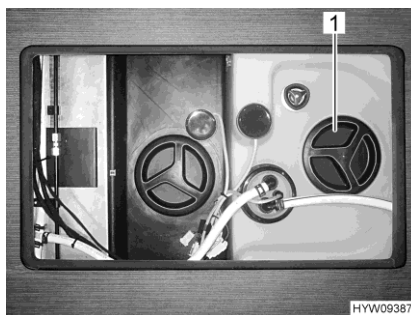

Bild 220 Rengöringsöppning (vattentank)
- Tag av vattentankens lock (Bild 220,1).